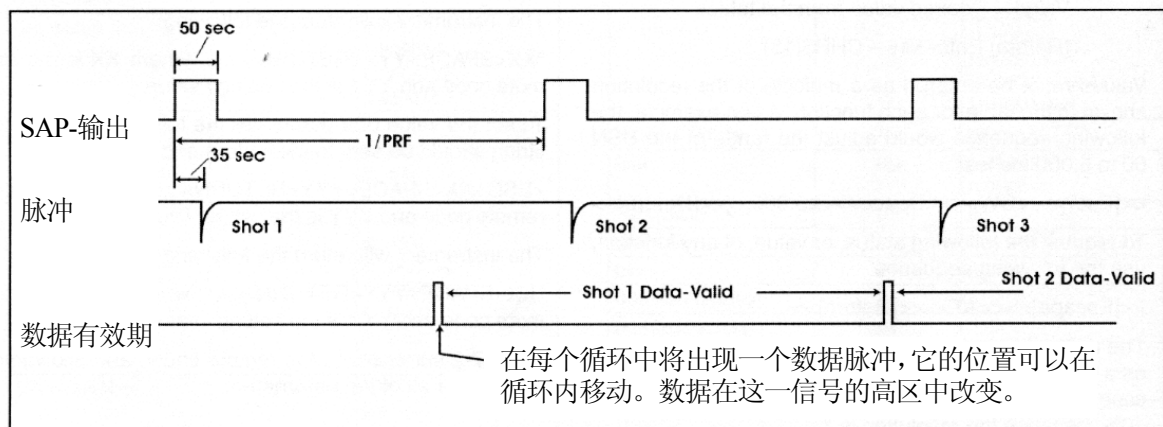

图 7-2——标记, ????
13. SAP 输出——该针在每一个循环开始时输出一个 50psec 长的脉冲。在这一信号的上升界限后，脉冲器激发 35psec。（如图 7-2）